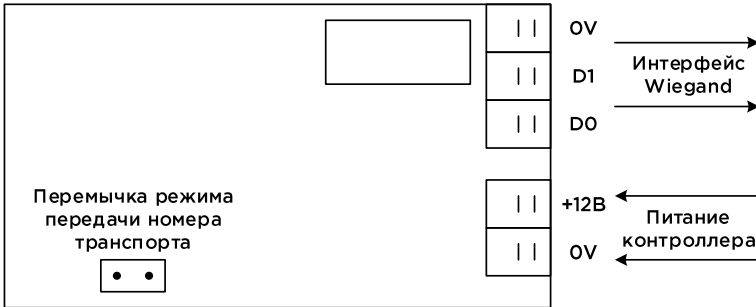

Рис.4
2. Чтение номера транспорта: информационный канал проток. Wiegand-26 (рис.4),
Режим передачи номера транспорта настраивается перемычкой контроллера **W** (рис.4):
Клеммы и перемычки контроллера исполнений W, WE (рис.4):